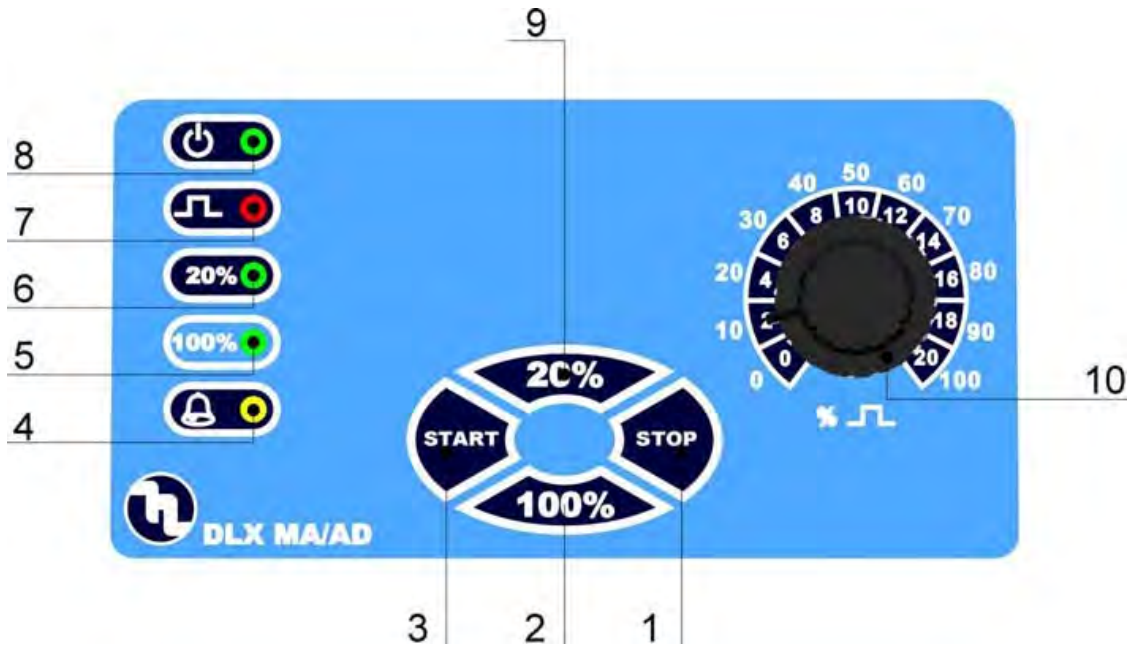

Bild 11
2. Entfernen sie jegliches Wasser aus dem Pumpenkopf, wenn dies nicht möglich ist, demontieren sie dafür den Pumpenkopf mit den 4 Befestigungsschrauben Bild 11.
6.1 - TASTENFUNKTIONEN (bild 11)